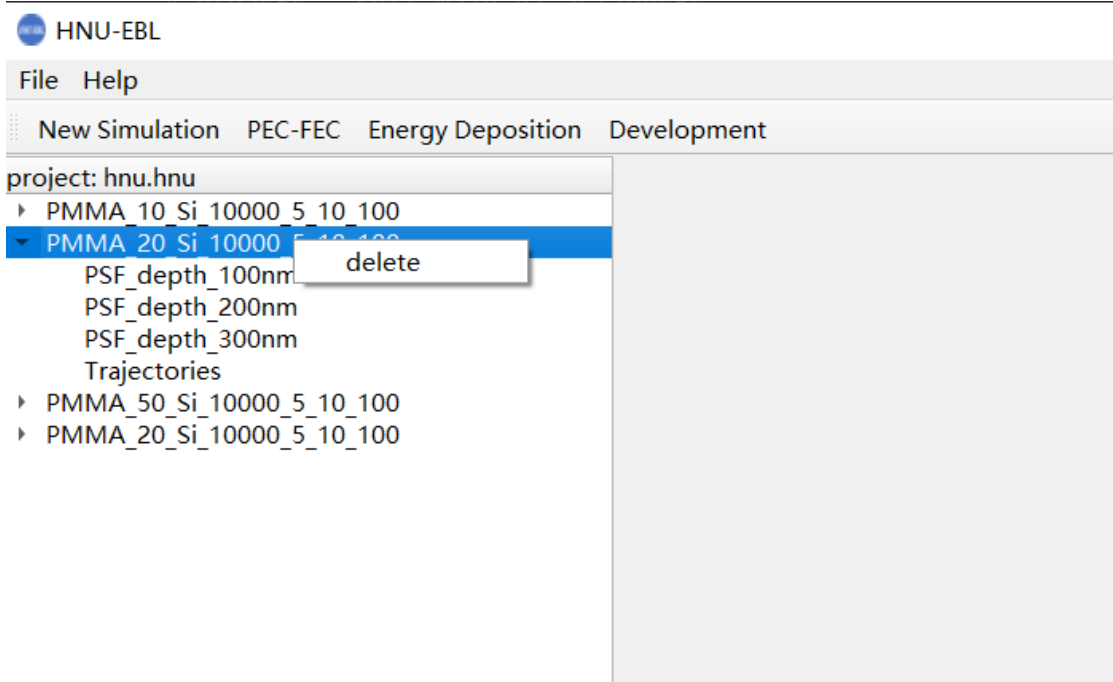

图 2.3.4 删除 Monte Carlo 计算结果界面
(4)右键单击左侧 Monte Carlo 模拟计算结果，左键单击“delete”可以删除该条 Monte Carlo 模拟计算结果（如图 2.3.4）。